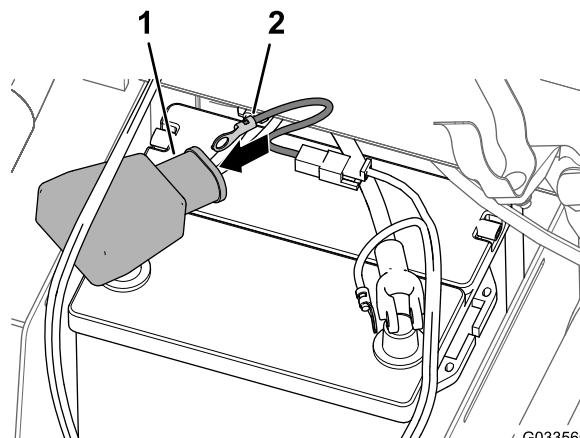

Bild 27
4. Fluchten Sie den Kabelschuh des durch die Schmelzsicherung geschützten Verbindungsteils (Kabelbaum des Sprühfahrzeugs) durch die breite Batterieabdeckung aus, wie in Bild 27 abgebildet.